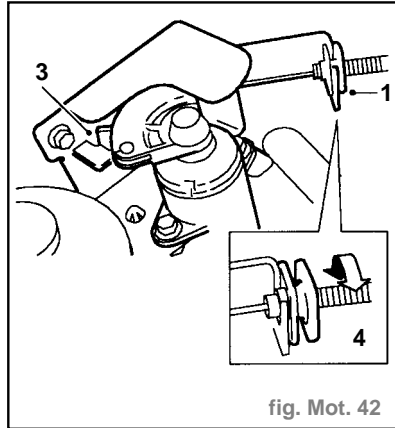

fig. Mot. 42
- Dégager l'écrou (1) de réglage de câble du support de butée (fig. Mot. 42).